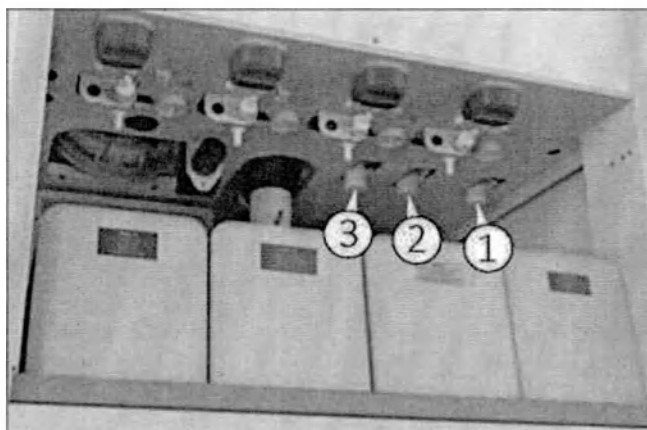

Рис. 8
- Убедитесь, что гибкие шланги подачи воды подключены в положении, представленном на рис. 8.
- Подключите гибкие шланги подачи воды к разъему, как показано на рис. 8
Отсек для размещения канистр с химическими средствами и подключения воды (Рис. 8)
- 1) Подключите машину к соединениям для подачи воды (Рис. 8).